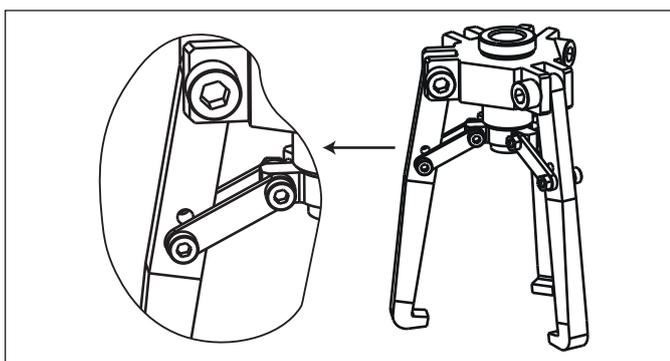

Figura 3: Detalhes de instalação para a garra padrão, configuração externa
- Use o orifício inferior para instalar a garra na configuração externa. Refer a Figura 3.